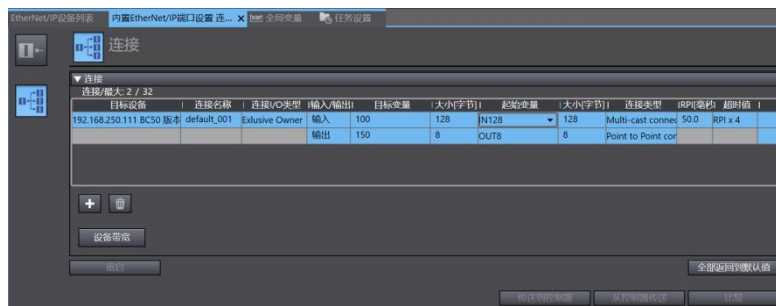

Fig 96. PLC EIP-配置连接设备
10. 如 Fig 96 所示, 点击 +, 在目标设备中选择已配置的设备, 并设置目标变量、大小[字节], 起始变量, 从而将全局变量与被连接设备绑定。